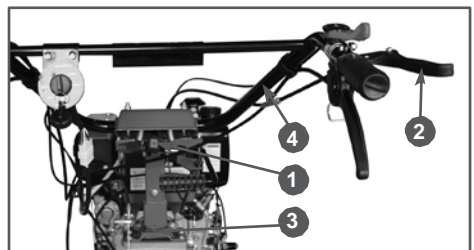

Рис.4 Установка рабочих рукояток
9. Установите рабочие рукоятки 4 на опору 3 рукояток (Рис. 4). Отрегулируйте положение рукояток по высоте (рычагом регулировки высоты 1) и углу поворота (рычагом регулировки угла 2).